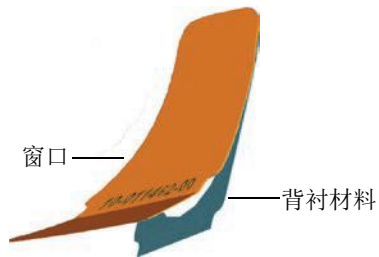

图 4-7 从背衬材料上取下窗口
1. 将窗口从其背衬材料上撕下来（参见第98页的图 4-7）。